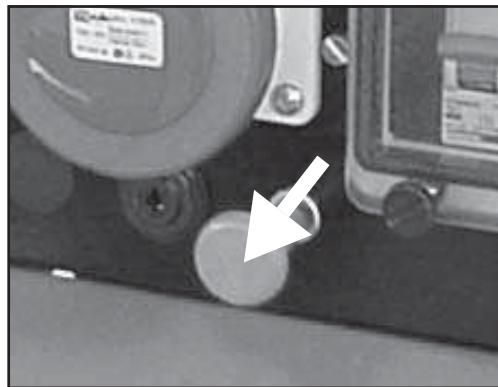

Fig. 8
- 3) Version Motor Ruggerini: dra i kontrollen som sitter på kontrollpanelen (se fig. 8); vänta tills motorn är helt avstängd; vrid nyckeln till läge "OFF".